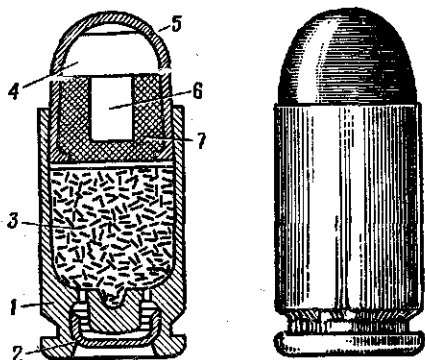

Рис. 45. Общий вид 9-мм пистолетного патрона и его устройство:
31. 9-мм пистолетный патрон (рис. 45) состоит из гильзы, капсюля, порохового заряда, пули.